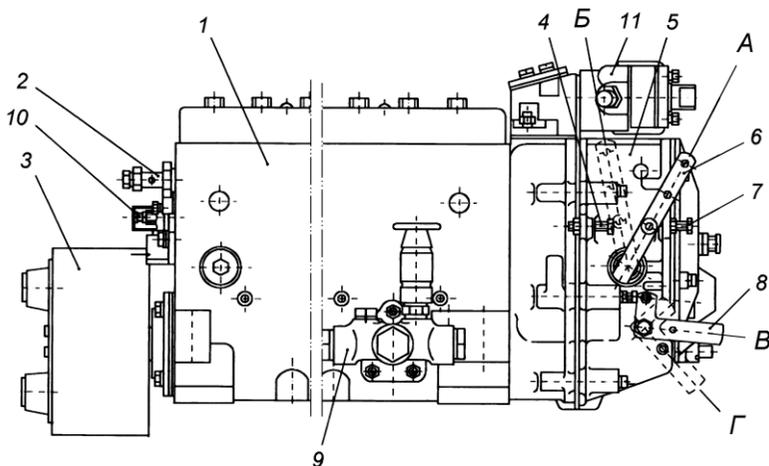
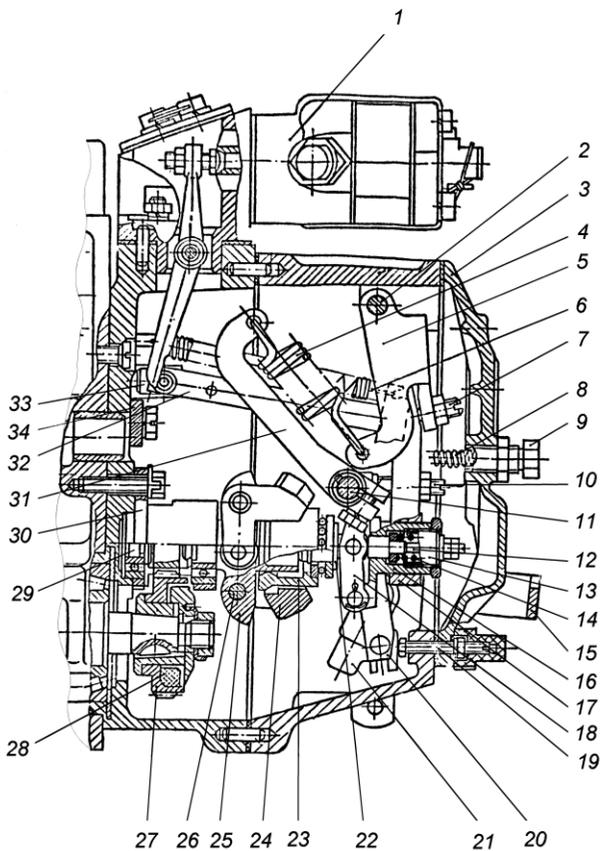

Рисунок 19 – Топливный насос высокого давления:
Рисунок 21 – Регулятор частоты вращения:
Топливный насос в сборе показан на рис. 19. С топливным насосом высокого давления в одном агрегате объединены регулятор частоты вращения 5, топливоподкачивающий насос 9 и демпферная муфта.
Связь секций с регулятором частоты вращения насоса осуществляется через рейку. Рейка топливного насоса перемещается в направляющих втулках, запрессованных в корпусе насоса. На выступающем из насоса конце рейки имеется болт 10 (рис. 19), которым она упирается в защитный колпачок при положении рейки перед пуском двигателя. При вывертывании болта из рейки подающая подача уменьшается.
Регулятор частоты вращения 5 (рис. 19) – механический, всережимный, прямого действия с повышающей передачей на привод грузов, предназначен для поддержания заданного водителем скоростного режима работы двигателя путем автоматического изменения количества подаваемого топлива в зависимости от изменения нагрузки на двигатель. Кроме того, регулятор ограничивает максимальную частоту вращения двигателя и обеспечивает работу двигателя в режиме холостого хода. Регулятор имеет устройство для выключения подачи топлива в любой момент независимо от режима работы двигателя. Автоматически поддерживаемый скоростной режим при изменяющихся нагрузках, регулятор обеспечивает экономичную работу двигателя.
Устройство регулятора показано на рис. 21. Регулятор расположен на заднем торце топливного насоса высокого давления. На конусе кулачкового вала находится ведущая шестерня 27 с демпфирующим устройством. Вращение от вала насоса на ведущую шестерню передается через резиновые сухари 28. Ведомая шестерня выполнена как одно целое с валиком 29 державки грузов и установлена на двух подшипниках в стакан 30.
На валик напрессована державка грузов 25 (рис. 21), на осях 26 которой находятся грузы 24. Грузы своими роликами упираются в торец муфты 23, которая через упорный подшипник и пяту 22 передает усилие грузов рычагу регулятора 17, подвешенному вместе с двуплечим рычагом 5 на общей оси 2.
Муфта 23 с упорной пятой 22 в сборе одним концом опирается на направляющую поверхность державки, а за второй конец подвешена на рычаге 18 отрицательного корректора, закрепленном на втулке 16 отрицательного корректора. Пята муфты грузов связана через узел отрицательного корректора с рычагом рейки 20 и через тягу рейки 32 топливного насоса. К верхней части рычага рейки присоединена пружина 6 рычага рейки, удерживающая рейку насоса в положении, соответствующем максимальной подаче, что обеспечивает увеличенную подачу топлива при пуске двигателя. В нижнюю часть рычага рейки запрессован палец, который входит в отверстие ползуна кулисы 21. Вал 11 рычага регулятора жестко связан с рычагом управления 6 (рис. 19) и рычагом пружины 31 (рис. 21). Перемещение рычага управления регулятором ограничивается двумя болтами 4 и 7 (рис. 19). За рычаг пружины 31 (коротким зацепом) (рис. 21) и двуплечий рычаг 5 (длинным зацепом) зацеплена пружина регулятора 4, усилие которой передается с двуплечего рычага на рычаг регулятора через винт 7 двуплечего рычага. В рычаг регулятора ввернут регулировочный болт 10, который упирается в вал рычага пружины и служит для регулировки номинальной подачи топлива. В нижней части рычага регулятора расположено корректирующее устройство (12,13,14,16,18) с отрицательным корректором, предназначенного для формирования внешней скоростной характеристики ТНВД и крутящего момента двигателя. Рычаг регулятора снабжен боковой накладкой, удерживающей втулку 16 обратного корректора и упорную пяту 22 от проворота. Кроме того, хвостовик болта крепления боковой накладки, входя в боковой продольный паз втулки предохраняет ее от выпадения из расточки рычага. Упор 34, закрепленный на корпусе регулятора, не позволяет рычагу пружины 31 опасно приближаться к вращающимся грузам. Для полного выключения подачи топлива служит механизм останова, состоящий из кулисы 21, скобы 15 и возвратной пружины. Во время работы кулиса прижата усилием возвратной пружины к регулировочному винту 19. Сзади крышка регулятора закрыта крышкой 3 смотрового люка с буферным устройством, состоящим из корпуса 9 и пружины 8, которая, сглаживая колебания рычага 17 регулятора, обеспечивает устойчивую работу двигателя на холостом ходу.
- 1 Минимальная частота вращения холостого хода регулируется болтом 7 (рис. 19) и корпусом буферной пружины 9 (рис. 21);
- 2 Максимальная частота вращения холостого хода (начало выброса рейки) регулируется болтом 4 (рис. 19).
- 3 Номинальная мощность (подача) регулируется болтом 10, подрегулировка винтом 19 (рис. 21).
- 4 Предварительное натяжение пружины (разность оборотов конца и начала выброса рейки) регулируется винтом 7 (рис. 21).
- 5 Подача топлива при  $500 \text{ мин}^{-1}$  регулируется гайкой обратного корректора 12 (рис. 21).
- 6 Предварительное натяжение пружины обратного корректора (обороты начала срабатывания корректора) регулируется корпусом корректора 13 (рис. 21).
Топливоподкачивающий насос 9 (рис. 19) – поршневого типа предназначен для подачи топлива из топливного бака через фильтры грубой и тонкой очистки к топливному насосу высокого давления. Производительность топливоподкачивающего насоса в 3...4 раза превышает производительность топливного насоса высокого давления, что гарантирует стабильность процесса топливоподачи от цикла к циклу.